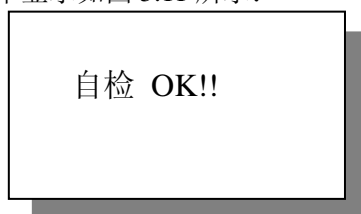

图 5.11
f) “装置自检”：对装置内部进行自检，全部完成并无误，显示“自检 OK!!”。按“取消”键返回到运行菜单。菜单显示如图 5.11 所示：